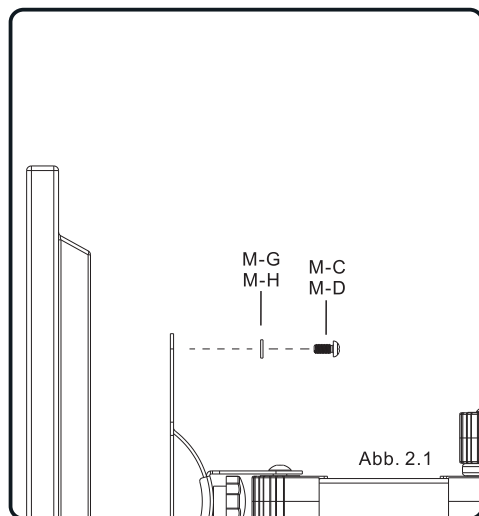
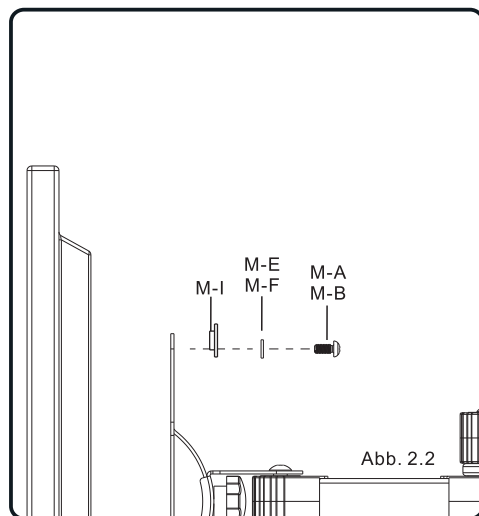

Abb. 2.1
Abb. 2.2
- Finden Sie den richtigen VESA und befestigen die Adapterplatte mit der jeweiligen Kombination von Schrauben, Unterlegscheiben an der Bildschirmrückseite, wie in Abb. 2.1, 2.2 dargestellt.
- Find the appropriate VESA, attach the adapter plate to the back of the screen using the appropriate combination of screws, washers, as shown in fig.2.1 and fig.2.2.